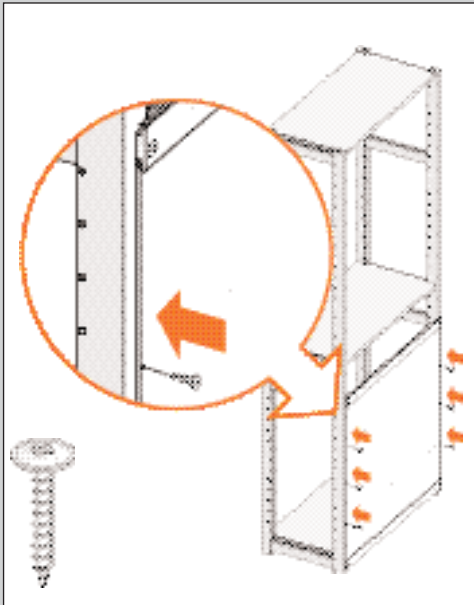

ABBILDUNG 28
2. Schrauben Sie eine Rückwand fest. Achten Sie darauf, dass die Rückwände an der Seite genau mit dem Rückwandriegel übereinstimmt (siehe Abb. 28).